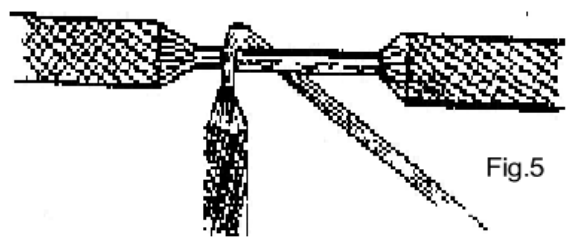
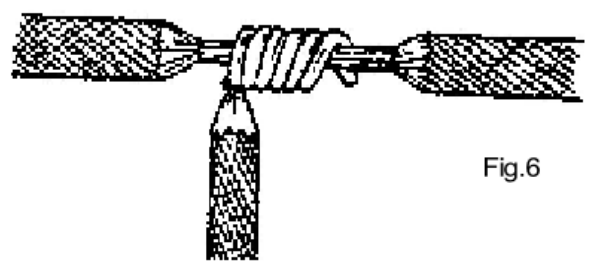

Fig.5
Fig.6
b) Enrole à mão o condutor derivado sobre o principal (Fig.5) mantendo as espiras uma ao lado da outra, e no mínimo de 6 espiras. (Fig.6).